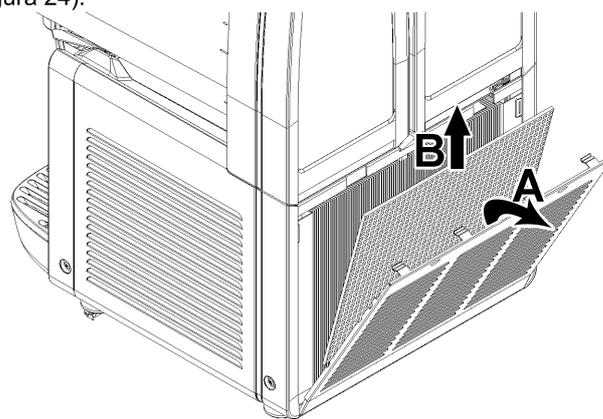

figura 24
**2** Cada mes: eliminar el polvo acumulado en el filtro del condensador situado en el lado posterior de la máquina (ver figura 24).